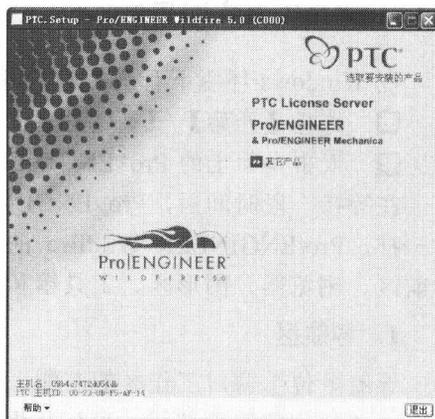

图 1-10 【选择要安装的产品】对话框
- 19 Java 安装完成后，返回到【安装进度】界面，单击 **下一步 >** 按钮，回到【选择要安装的产品】对话框，如图 1-10 所示。单击 **退出** 按钮，完成安装过程。